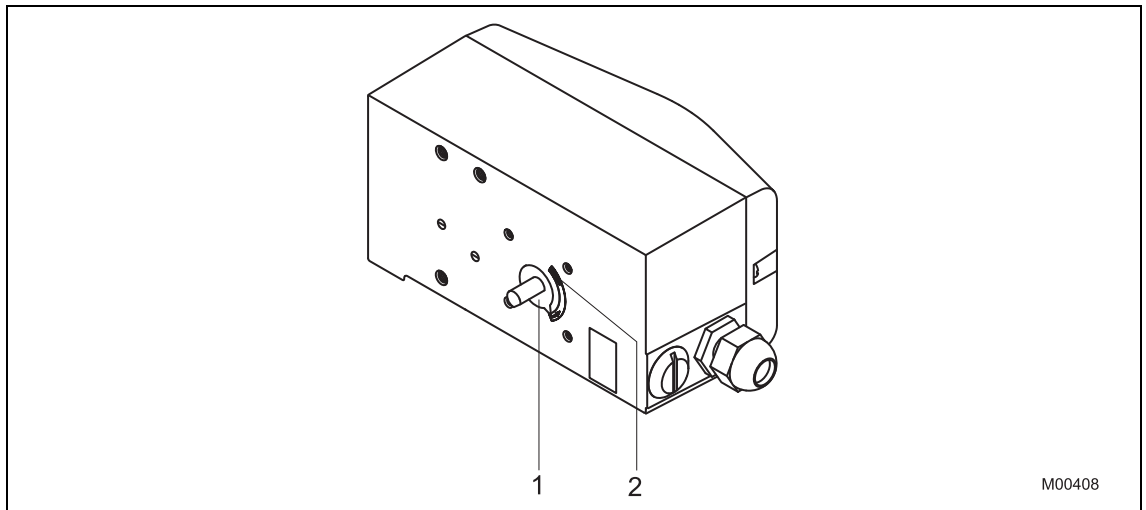

Abb. 3: Arbeitsbereich
- Anhand der Anbauposition sowie der Grundstellung und Drehrichtung des Antriebs feststellen, in welche Stellung die Achse (1) des Stellungsreglers von Hand vorverstellt und in welcher Position der Adapter (2) aufgesetzt werden muss, damit der Stellungsregler innerhalb des Arbeitsbereichs arbeiten kann (Pfeil auf Geräterückseite muss sich innerhalb des zulässigen Bereichs bewegen, siehe Abb. 3)
- Adapter in der geeigneten Position auf die Achse aufsetzen und mit Gewindestiften (3) fixieren; dabei muss einer der Gewindestifte verdrehsicher auf die Abflachung der Achse fixiert sein